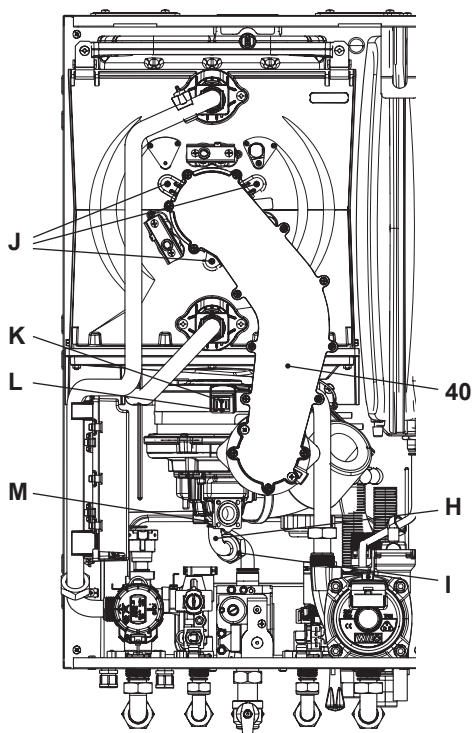

Figura 9.11
Rimozione del gruppo bruciatore ventilatore 40 in Figura 9.11.
- Inserire un cacciavite piano nella rientranza L del connettore K e fare leva verso il basso, contemporaneamente scollegare il connettore K tirandolo frontalmente (Figura 9.11).
- Svitare le viti J e rimuovere il gruppo bruciore ventilatore 40 (Figura 9.11).